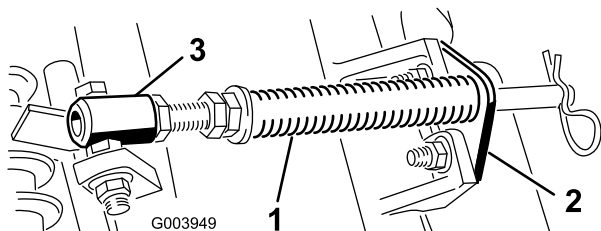

**Figure 4**
4. Attention de monter le contrepois (Figure 4) du bon côté du plateau de coupe, comme expliqué dans le *Manuel de l'utilisateur* du plateau de coupe.